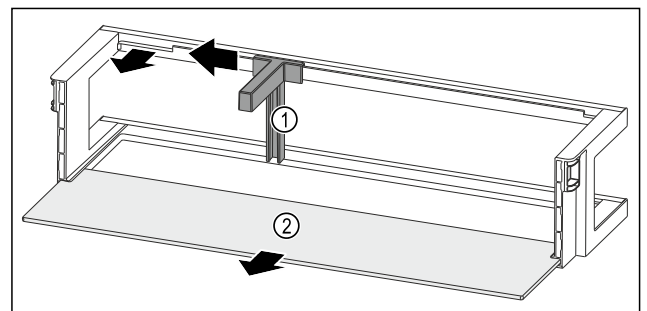

Fig. 163 Balconcino controporta con fermabottiglie e ripiano
- Spingere il fermabottiglie Fig. 163 (1) lateralmente fino all'incavo.
- Rimuovere il fermabottiglie Fig. 163 (1).
- Rimuovere il ripiano Fig. 163 (2).